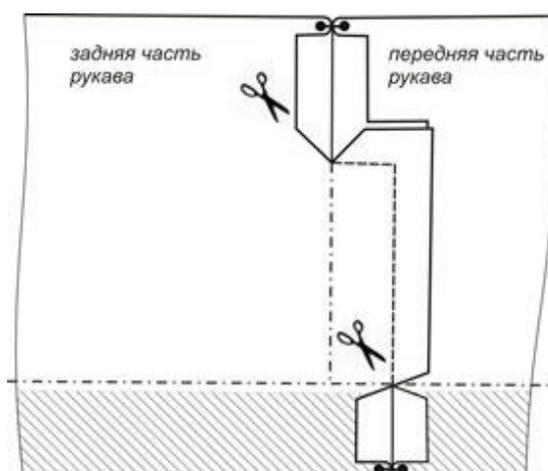

Рис. 5. Обработка шлицы рукава
17. Рукав складывают пополам лицевой стороной внутрь, совмещая срезы, сметывают и стачивают стороны рукава, начиная от оката, продолжая по верхнему и боковому срезам шлицы и заканчивая на припуске на подгиб рукава (рис. 5).
18. Рассекают припуск шва нижней части рукава в углу и припуск низа в углу (рис. 5). Разутюживают шов стачивания рукава и шов стачивания припуска низа до рассечек, а шлицу заутюживают на верхнюю часть рукава.